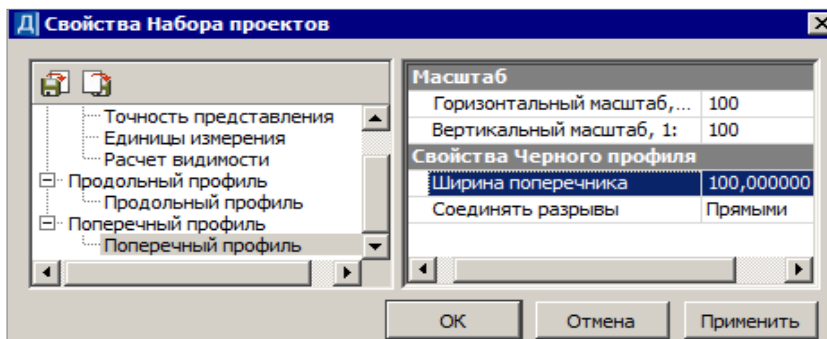

Рис. 16.1
**ВНИМАНИЕ!** Генерация поперечника выполняется по ширине чёрного поперечника, которая задана в СНП в окне профиля (рис. 16.1). За пределами заданной ширины обрезаются частично или полностью откосные части, регионы земляных работ и подстилающего слоя.